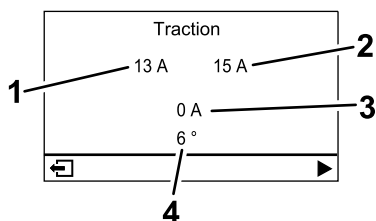

Figure 28
- **Écran du moteur de traction (Figure 28) :** indique l'angle de braquage et l'intensité attribués à chaque moteur de déplacement.